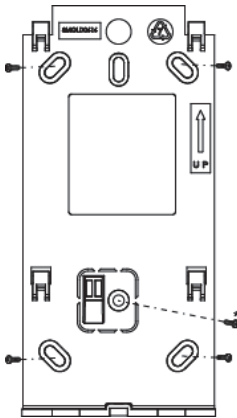

Figure 3
3. Utilisez les trous de fixation comme gabarits et fixez le support de fixation au mur à l'aide de 4 vis et d'une 1 vis supplémentaire pour l'autoprotection (voir Figure 3)